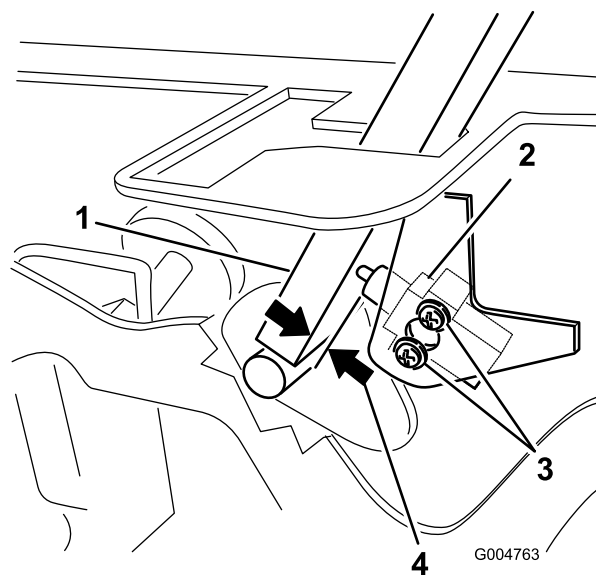

Figure 59
3. Desserrez les 2 vis de fixation du contacteur de sécurité (Figure 59).
4. Maintenez le levier de commande contre le châssis et rapprochez le contacteur du levier jusqu'à ce qu'ils soient espacés de 0,4 à 1 mm (0,015 à 0,045 po) (Figure 59).